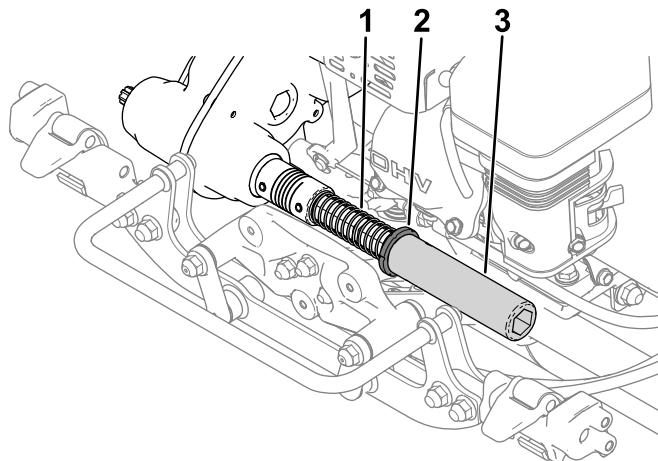

Figura 9
2. Instale el muelle, el collarín y el tubo hexagonal en el eje del acoplamiento de la transmisión (Figura 9).